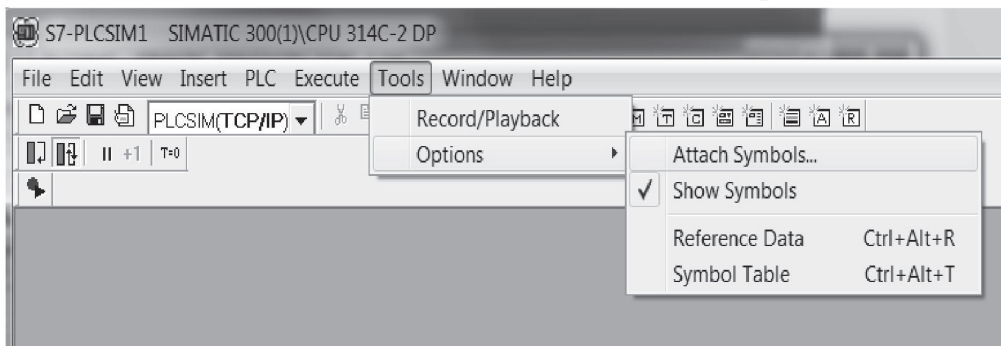

Рис. 2.31. Присоединение таблицы символов
4. Присоединяем к модулям таблицу символов (рис. 2.31).